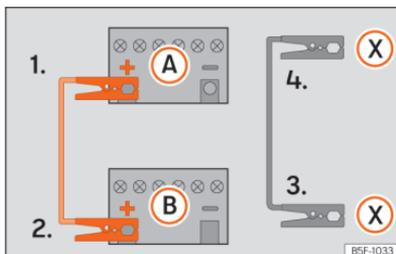

Fig. 161 Esquema de ligação para veículos com sistema Start/Stop.
Os cabos de arranque apenas se deverão ligar seguindo a ordem 1 > 2 > 3 > 4 »» Fig. 161.
Nos veículos com sistema Start-Stop: ligue uma extremidade do cabo preto de emergência (X) a um terminal de massa adequado, a uma peça de metal maciça que esteja aparafusada ao bloco do motor ou ao próprio bloco do motor »» Fig. 161.
5. Ligue a outra extremidade do cabo preto de emergência (X), no veículo com a bateria descarregada, a uma peça de metal maciça que esteja aparafusada ao bloco do motor ou ao próprio bloco do motor, mas o mais afastado possível da bateria A.